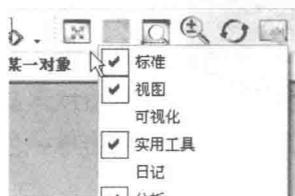

图 1-6 工具条弹出菜单
(5) 显示工具条和按钮的更多信息：将光标置于任意工具条上并单击 MB3，系统显示一个弹出菜单，如图 1-6 所示。在此菜单中，显示当前应用环境所有可用的工具条名称，可以利用“√”决定系统显示哪些工具条。单击任何其他地方关闭菜单显示。